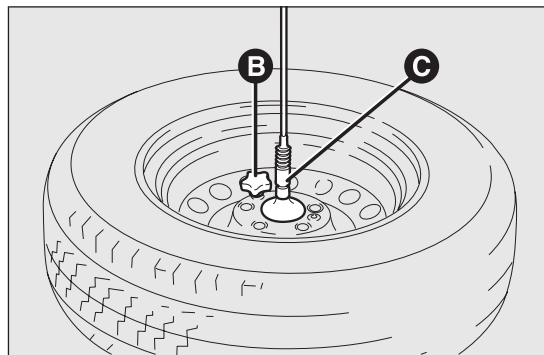

fig. 128
- ☐ sfilare il cappuccio B fig. 128 e sganciare il cavo di trattenimento, quindi liberare la ruota dal supporto dentato C svitando le 2 viti;